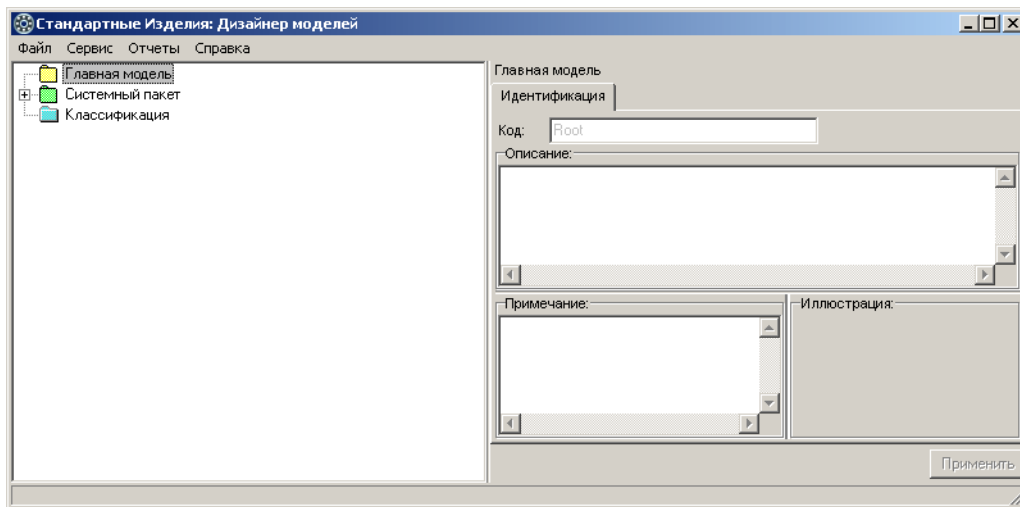

Рис. 3.2.
4. Создайте папку с произвольным наименованием и нажмите кнопку **ОК**. В папке будет развернуто пустое хранилище *Справочника*, в модуле *Дизайнер моделей* будет показана структура пакетов этого хранилища (рис. 3.2).